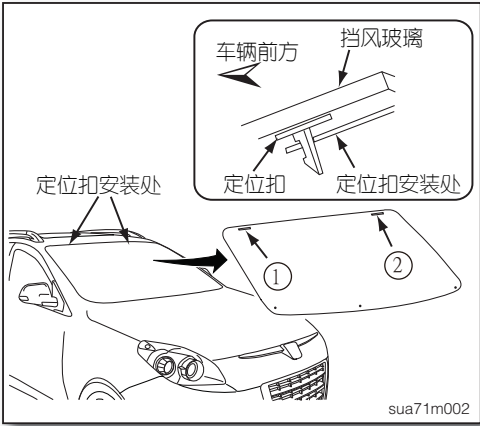

图4
8. 拆开安装在车顶钣金上的挡风玻璃定位扣①、②，取下挡风玻璃(如图4)。